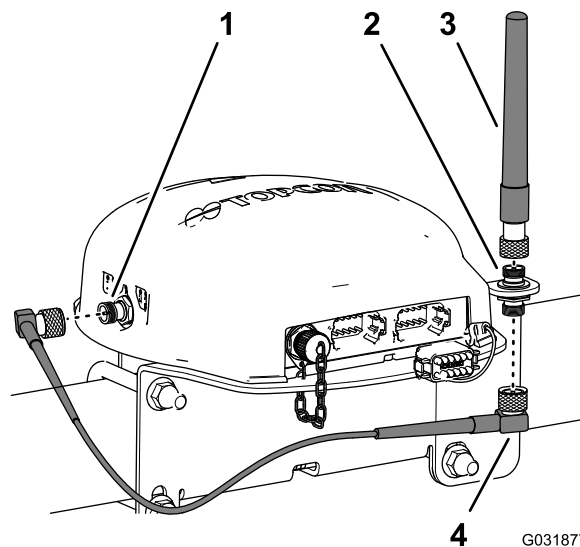

Figura 154
3. Monte la antena RTK sobre la parte superior del conector coaxial, y apriete la tuerca moleteada de la antena a mano (**Figura 154**).
4. Conecte provisionalmente el cable de la antena en la parte inferior del acoplamiento coaxial (**Figura 154**).
5. Enrute el cable por detrás del receptor de navegación hasta el conector coaxial del módem celular CDMA o GSM (**Figura 154**).
6. Enchufe el cable de antena en el conector coaxial del módem celular CDMA o GSM (**Figura 154**).